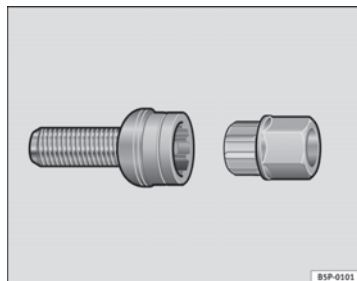

Abb. 182 Diebstahlhemmende Radschraube
- Setzen Sie den Adapter bis zum Anschlag in die diebstahlhemmende Radschraube ein → Abb. 182.